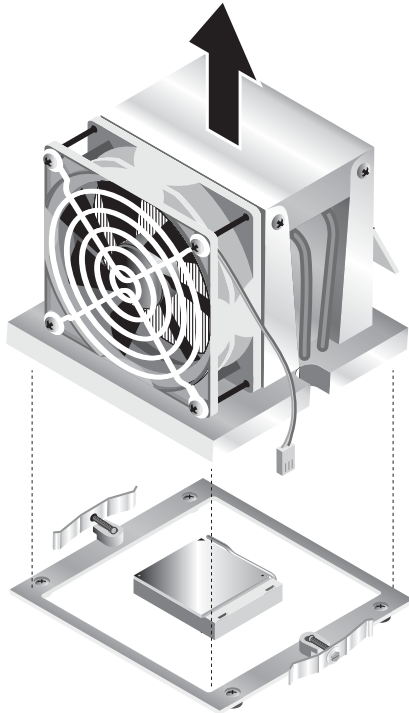

ABBILDUNG 4-9 Ausbauen der Kühlkörper-/Lüfterbaugruppe
7. Heben Sie die Kühlkörper-/Lüfterbaugruppe senkrecht nach oben von der Platine (siehe ABBILDUNG 4-9).